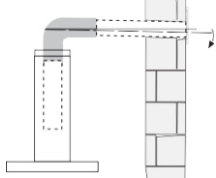

рис. 1А
- 1.2 Вытяжку устанавливайте над плитой, как показано на рис. 1.
- 1.5 При выводе воздуховода на улицу (через отверстие в стене) должен быть уклон воздуховода, как на рис. 1А.
Электрическая плита Газовая плита **рис. 1**
- 4.7 Устанавливайте кухонную вытяжку над плитой в соответствии с рис. 1.
- при установке вытяжки соблюдайте указания п. 1.2 (рис.1);